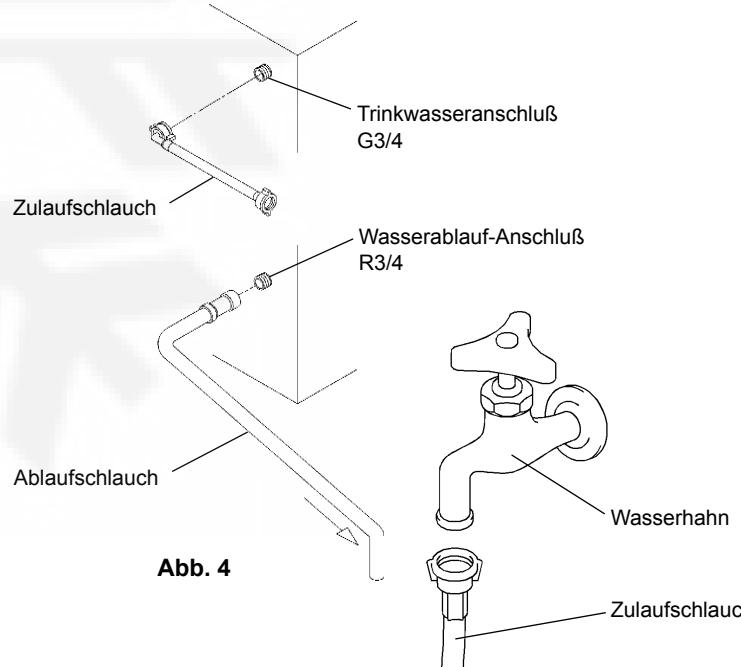

Abb. 4
- 1) Abgewinkeltes Ende des weißen, flexiblen Zulaufschlauchs (Zubehör) auf den G3/4-Anschluß am hinteren Boden des Eisbereiters aufstecken (Abb. 4). Dabei darauf achten, daß die Gummidichtung richtig liegt. Per Hand anziehen, bis die Verbindung dicht ist.
- 3) Befestigen Sie wie gezeigt den grauen, flexiblen Ablaufschlauch (Zubehör) am R3/4-Anschluß an der Rückseite des Eisbereiters (Abb. 4). Dabei darauf achten, daß die Gummidichtung richtig liegt, damit die Verbindung dicht ist. Der Schlauch kann auf die richtige Länge zugeschnitten werden, um auf den Hauptabfluß zu passen.